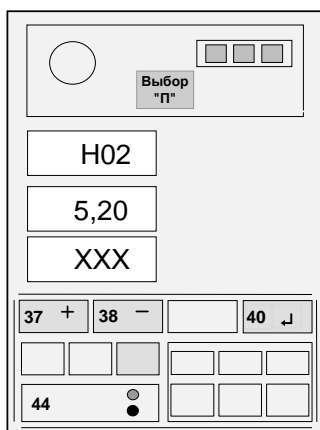

Рисунок 14
Нажимая кнопку ВЫБОР "П" (36), установить на верхнем ИЖЦ код "H02" (индикация вылета стрелы, - см. рисунок 14).
Изменяя положение датчика угла наклона стрелы (ДУГМ), добиться отображения на среднем индикаторе значения вылета на три сантиметра больше измеренного значения вылета по рулетке (см. рисунок 14).